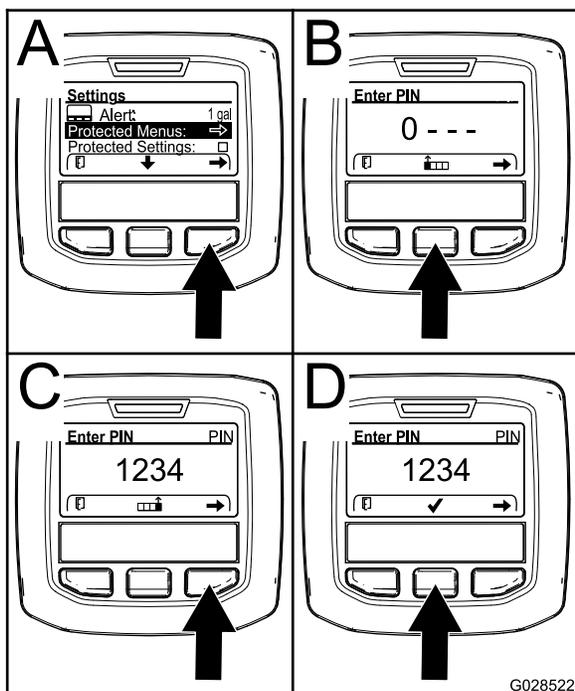

Рисунок 61
3. Нажмите правую кнопку выбора, чтобы выбрать Protected Menus (Защищенные меню) (A на Рисунок 61).
- Нажмите среднюю кнопку выбора (B на Рисунок 61), чтобы увеличить цифровое значение (от 0 до 9).
- Нажмите правую кнопку выбора (C на Рисунок 61), чтобы переместить курсор на позицию следующей цифры вправо.
Примечание: Над средней кнопкой выбора (D на Рисунок 61) появится значок с галочкой.
6. Нажмите среднюю кнопку выбора (D на Рисунок 61), чтобы ввести пароль.